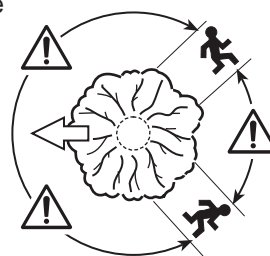

Fig.29
3. Avant le début de la coupe, il est indispensable de prévoir un itinéraire de retraite et de dégager tous les obstacles. L'itinéraire de retraite doit être dirigé vers l'arrière, en diagonale, du côté opposé à la direction de chute supposée (Fig. 29).
L'ébranchage consiste à enlever les branches d'un arbre abattu. Pendant l'ébranchage, laissez les grosses branches inférieures afin que le tronc reste en suspension au-dessus du sol. Détachez les petites branches en une seule coupe (Fig. 29). Les branches sous tension doivent être coupées par en dessous, afin d'éviter tout risque de coincement de l'appareil.